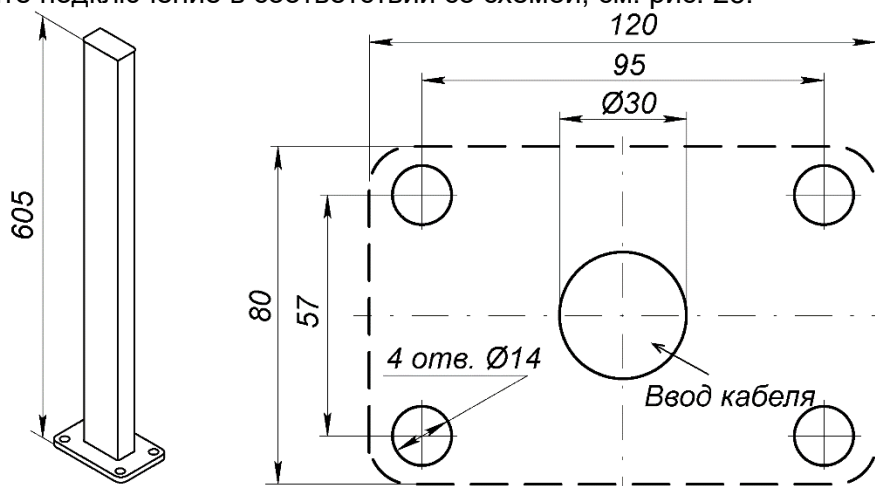

Рисунок 20. Внешний вид и схема разметки отверстий для установки стойки для фотоэлемента безопасности PERCo-GDS1
Фотоэлемент безопасности может устанавливаться на стойке **PERCo-GDS1** (входит в дополнительный комплект поставки) (см. рис. 20).
2. Выполните в установочной поверхности отверстия под гильзы анкеров в соответствии со схемой разметки (см. рис. 20), а также штробы для проводов питания и соединения при